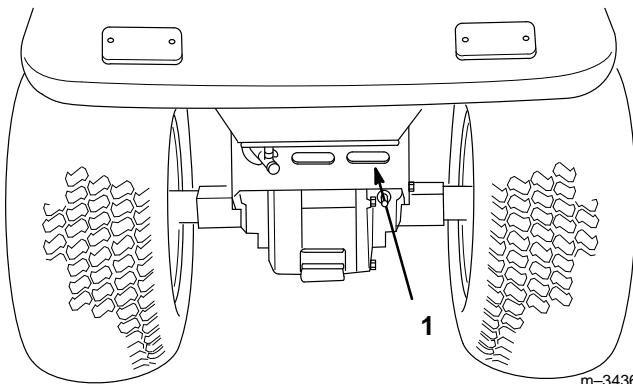

Figure 10
5. Le capot de la boîte-pont du pont arrière joue un rôle de prise d'air pour le refroidissement de la transmission. Le débarrasser des débris avant toute utilisation du tracteur (Fig. 10).